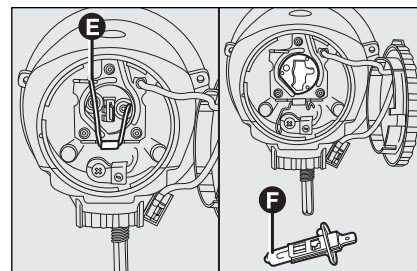

fig. 31
- ☐ sganciare la molletta **E**-fig. 31 ed asportare la lampada **F**;